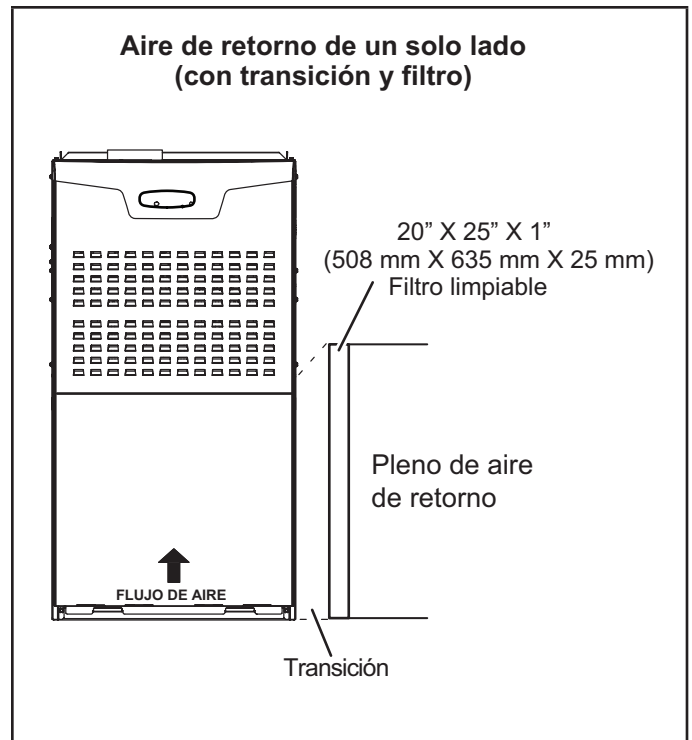

FIGURA 8
- 1 - Aire de retorno de un solo lado y base de aire de retorno opcional con transición que debe acomodar el filtro de aire de 20 x 25 x 1 pulgada (508 x 635 x 25 mm) requerido para mantener la velocidad del aire apropiada. Ver FIGURA 8.